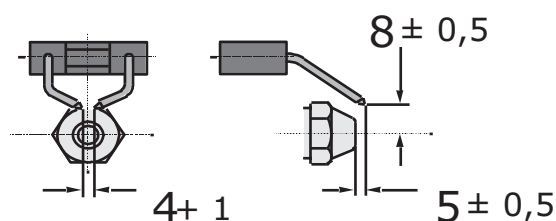

fig. 510
- Verificare la distanza delle punte degli elettrodi dall'ugello polverizzatore (vedere fig. 510).
- Verificare la distanza tra gli elettrodi (vedere fig. 510).